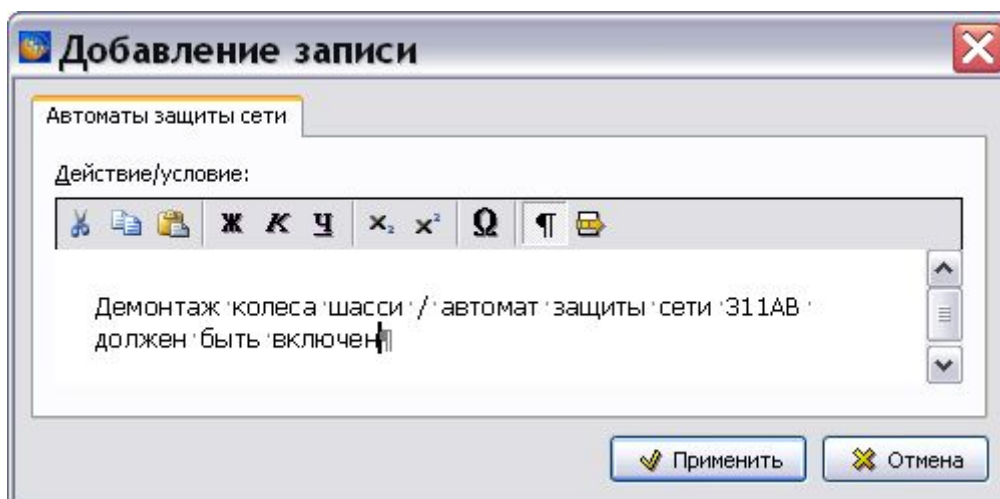

Рис. 6.11
1. Нажмите на кнопку **Добавить** , находящуюся справа от поля. При этом появится окно **Добавление записи**. Введите описание действия и необходимого условия (Рис. 6.11).